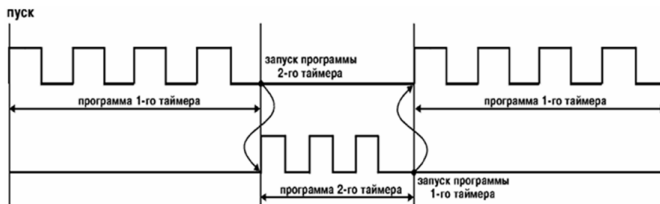

Рисунок 3.20
3.1.7.7 При «**rEst**» = **6** (установка возможна только при значениях «**Inp**» = **1, 2** или **3**) в случае завершения выполнения программы таймера 1 произойдет запуск или перезапуск таймера 2. В свою очередь завершение выполнения программы таймера 2 приведет к запуску или перезапуску таймера 1 (рисунок 3.20).